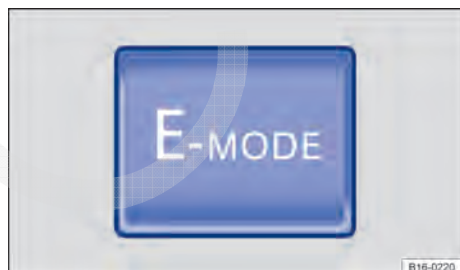

Fig. 143 Na parte inferior do console central: botão da condução elétrica ampliado.
– Ativação moderada do  botão ⇒ Fig. 143.	O rápido descarregamento da bateria de alta voltagem com o botão  ativado pode elevar o consumo de combustível, já que, neste caso, dá-se preferência à condução elétrica mesmo que o funcionamento fosse mais eficiente com o motor de combustão interna ligado.
O acionamento do botão  ⇒ Fig. 143 possibilita ao condutor ampliar os limites usuais da condução elétrica e conduzir sempre eletricamente, se o estado do sistema elétrico assim o permitir. O modo operacional é, então, comutado para condução elétrica máxima.
- O botão  foi pressionado pela segunda vez ⇒ Fig. 143.